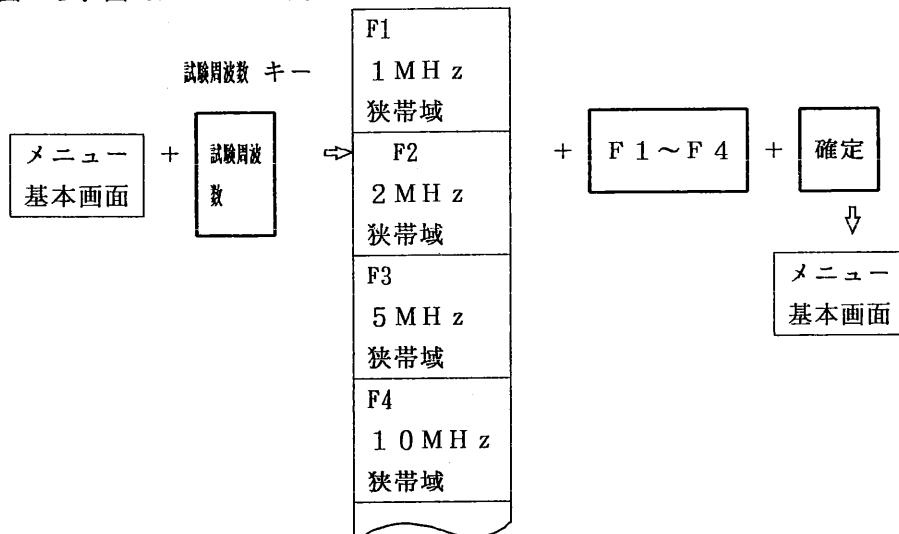

図 6.2.25-1 試験周波数と受信器の帯域幅を狭帯域に選定する場合の操作手順
(1) 試験周波数と受信器の帯域幅を狭帯域に選定する場合の手順
- ① 機能キー [試験周波数] を1回押します。メニュー・エリアの画面は、メニュー・基本画面から、図 6.2.25-1 の周波数／帯域幅選択メニュー画面に変わります。